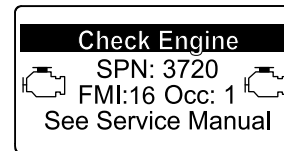

図 53
- エンジン警告 SPN 3720, FMI 16 図 53